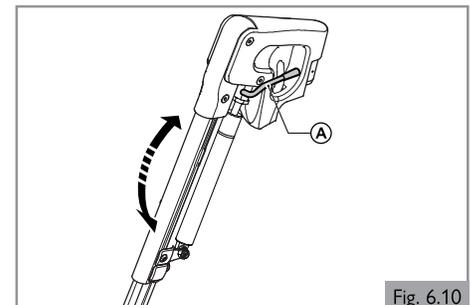

Fig. 6.10
**6.5 Repose-jambe articulé à inclinaison manuelle (Fig. 6.10)**